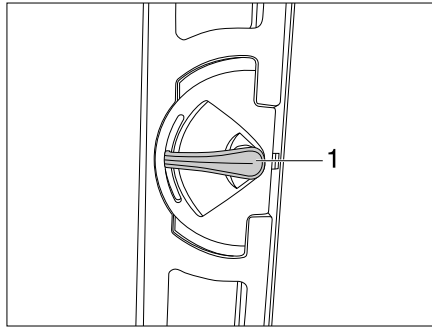
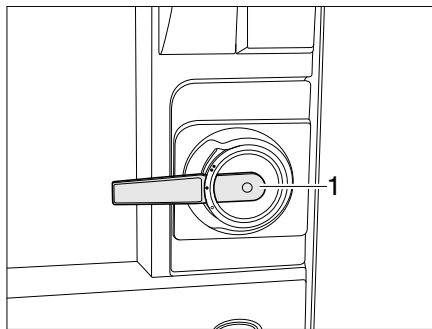

Bild 22 Variante 1: Türschloss Eingangstür, innen, offen
Bild 24 Variante 2: Türschloss Eingangstür, innen, offen
**Öffnen:** ■ Den Türgriff (Bild 22,1 bzw. Bild 24,1) nach unten drücken.